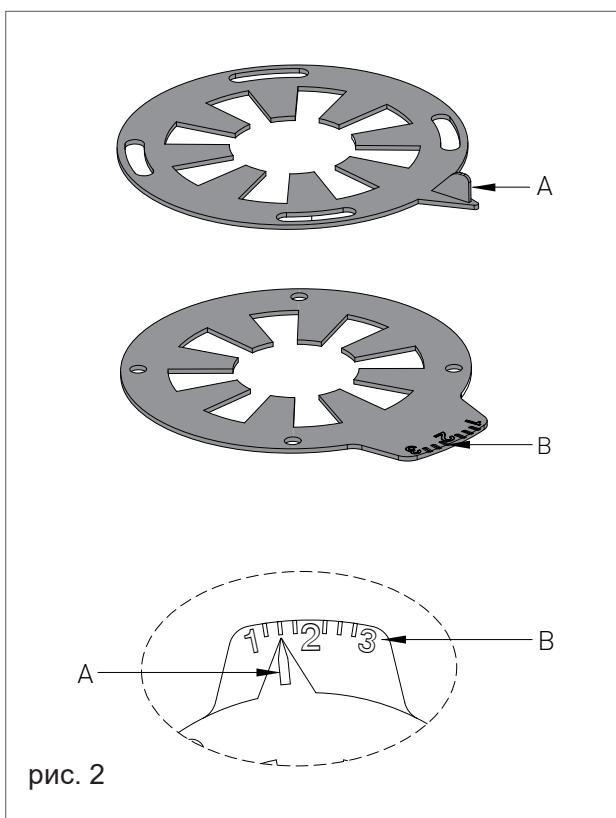

рис. 2
Регулировка диафрагм осуществляется следующим образом (см. рис. 2):
- › Переместите контрольный указатель (A-рис. 2), двигаясь по указателю с делениями (B-рис. 2) в соответствии с необходимой регулировкой.